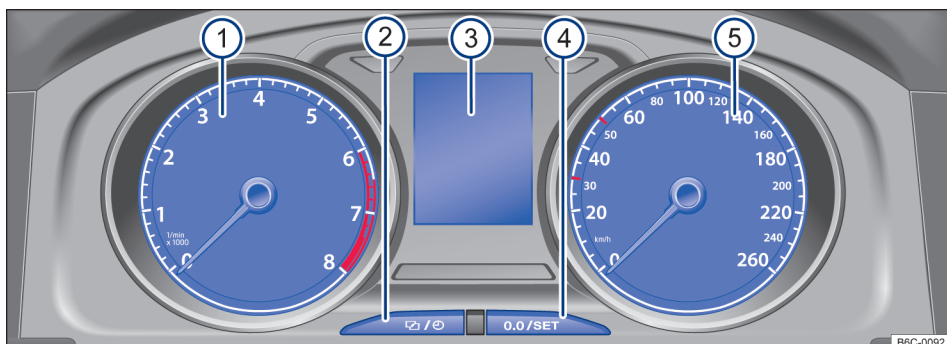
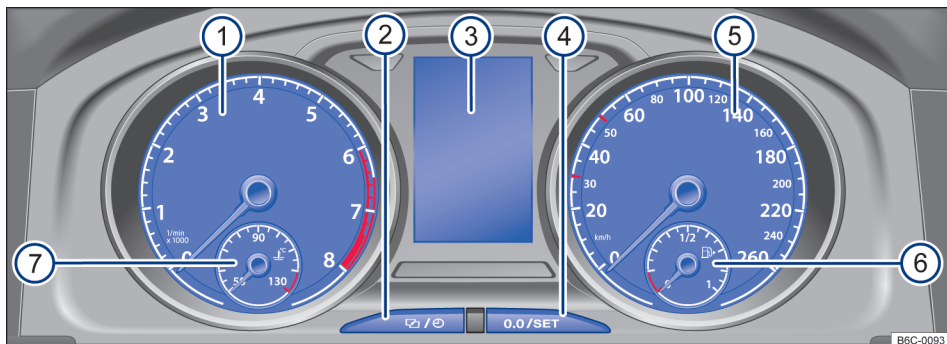

Fig. 11 Instrumento combinado no painel de instrumentos (variante 1).
Fig. 12 Instrumento combinado no painel de instrumentos (variante 2).
Explicações sobre os instrumentos → Fig. 11 e → Fig. 12:
- ① **Tacômetro (conta-giros)** (rotações x 1000 por minuto do motor em funcionamento) → Página 21.
- ② **Botão de ajuste do relógio**¹⁾  → Página 28.
- ③ **Indicadores do display** → Página 24.
- ④ **Botão para zerar** ou para exibição do hodômetro parcial (trip).
- ⑤ **Velocímetro** (medidor de velocidade).
- ⑥ **Indicador do nível de combustível** (depende da versão do veículo) → Página 21.
- ⑦ **Indicador de temperatura do líquido de arrefecimento do motor**  (depende da versão do veículo) → Página 22.
Dependendo da versão do veículo, o indicador do nível de combustível pode estar localizado no visor do display → Fig. 11 ③ ou no velocímetro → Fig. 12 ⑥.
Dependendo da versão do veículo, o indicador de temperatura do líquido de arrefecimento do motor pode estar localizado no visor do display → Fig. 11 ③ ou no tacômetro → Fig. 12 ⑦.